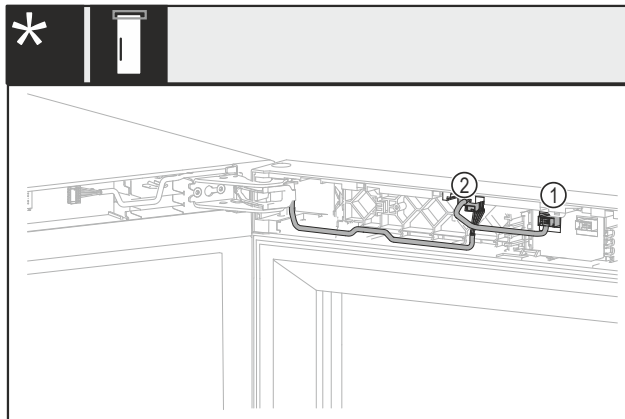

Fig. 19 Brez ključavnice ali z mehansko ključavnico*
- Vtič Fig. 19 (1) izvlecite ven.*
- Vtič Fig. 19 (2) izvlecite ven.*